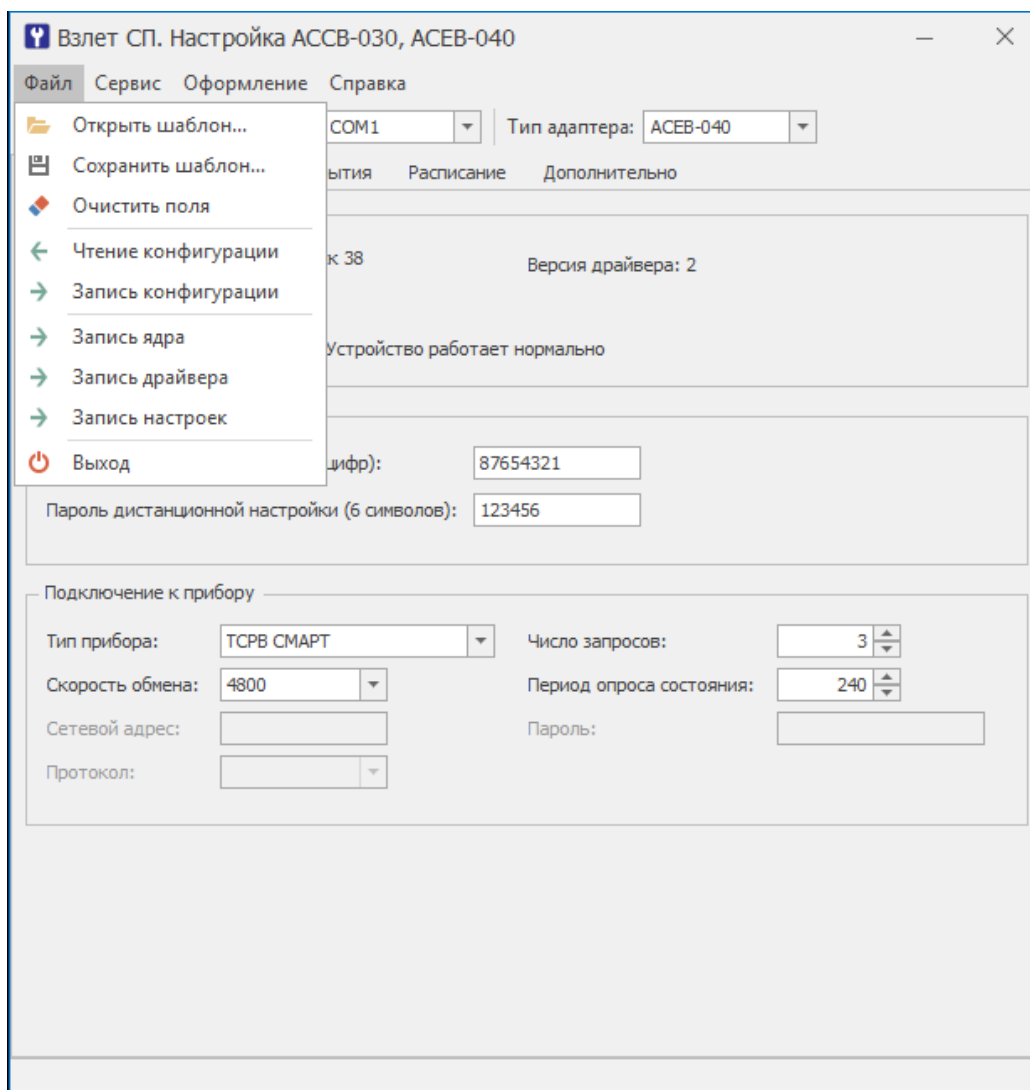

Рис.15. Меню «Файл» программы «Взлет СП. Настройка АССВ-030, АСЕВ-040».
- 3.2.2.2. Выполнить пункт **Чтение конфигурации**  из меню **Файл** (рис.15).